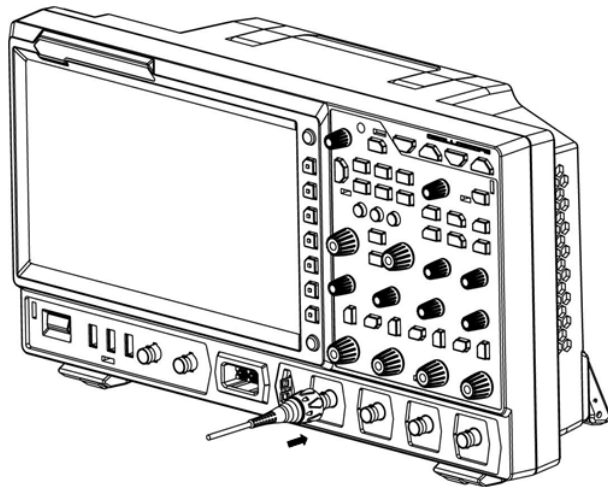

图 4.6 连接无源探头
1. 将探头的 BNC 端连接至示波器前面板的模拟通道输入端，如 图 4.6 所示。